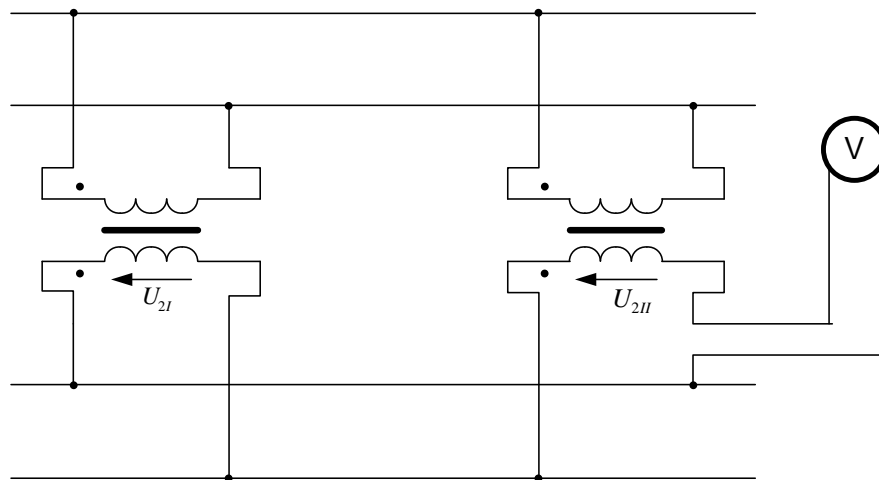

Рисунок 1.2
1.5 Два однофазні трансформатори з номінальними напругами  $U_{1н} = 3000\text{ В}$  і  $U_{2н} = 400\text{ В}$  повинні підключатися до спільних шин на паралельну роботу. Маркування виводів вторинних обмоток відсутнє і правильність паралельного ввімкнення перевіряється за допомогою включення вольтметра. Що покаже вольтметр, якщо трансформатори ввімкнені за схемою, показаною на рис. 1.2.